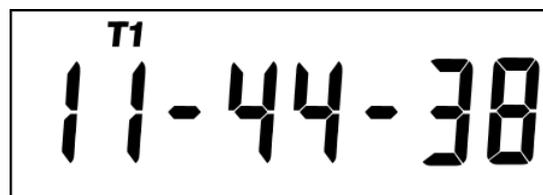

Рисунок 83 – Время
6.9.4 Окно вывода даты-времени по встроенным часам реального времени приведено на Рисунок 83,Рисунок 84.